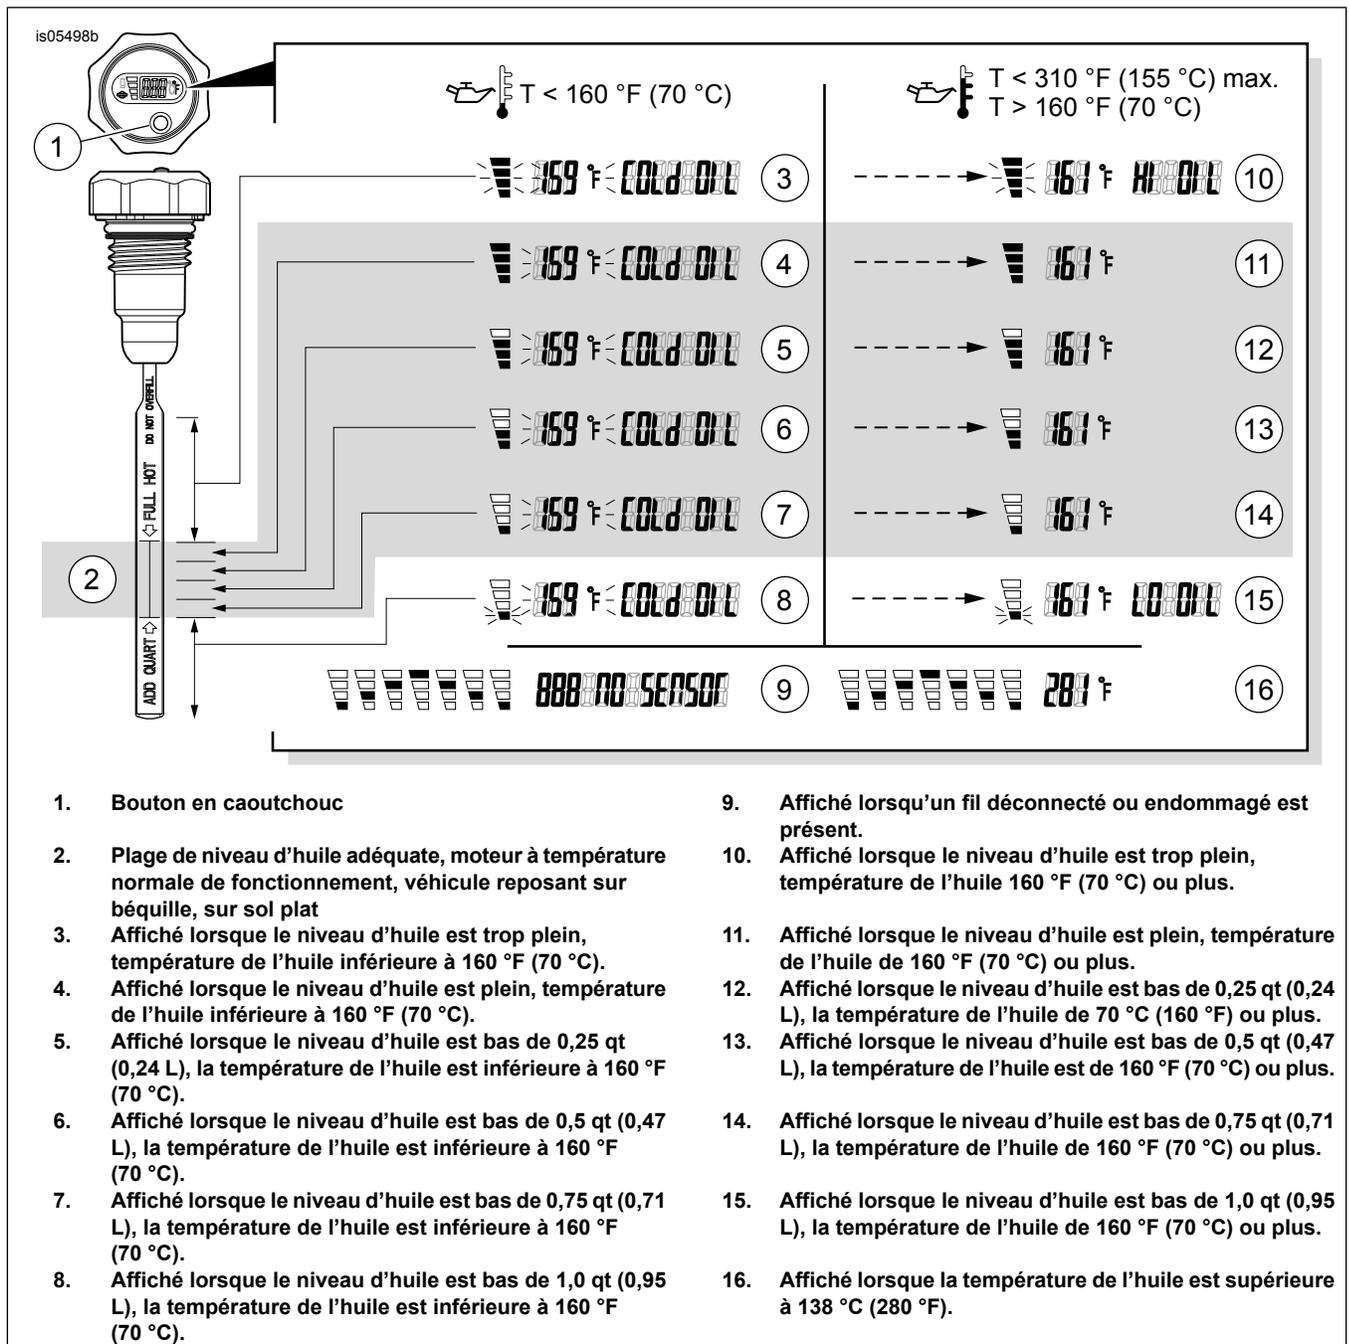

Figure 1. Jauge de température/niveau d'huile LCD
Voir Figure 1. Appuyer et relâcher le bouton en caoutchouc sur la face avant pour afficher :
- Le niveau d'huile approprié serait comme indiqué dans Figure 1 , affichage 4-8 (barres indiquant le niveau d'huile et la température de l'huile clignotante, suivie du message « COLD OIL » lorsque le moteur est froid). NE PAS AJOUTER D'HUILE pour porter le niveau à la marque FULL sur la jauge d'un moteur FROID.
- Appuyer et relâcher le bouton en caoutchouc sur la face avant de la jauge de température/niveau d'huile LCD pour afficher la température et le niveau d'huile dans le réservoir d'huile. Le niveau d'huile approprié serait celui indiqué dans Figure 1 , affichage 11-14.
Un code d'erreur « 888 NO SENSOR » et des barres de niveau animées (Figure 1 , affichage 9) indiquent un fil déconnecté ou endommagé.
Pour éviter toute défaillance de l'électronique à l'intérieur, la jauge ne mesure pas le niveau d'huile lorsque la température de l'huile dépasse 138°C. Les barres de niveau animées s'affichent, avec la température (Figure 1 , affichage 16), jusqu'à une lecture maximale de 155 °C.